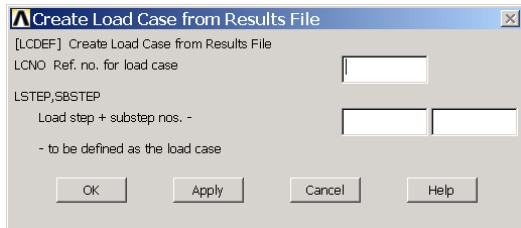

图6.49 从结果文件定义荷载工况
(2) 选择【Results file】单选按钮，表示从结果文件中定义荷载工况，单击【OK】按钮。接着弹出如图 6.49 所示的【Create Load Case from Results File】对话框。